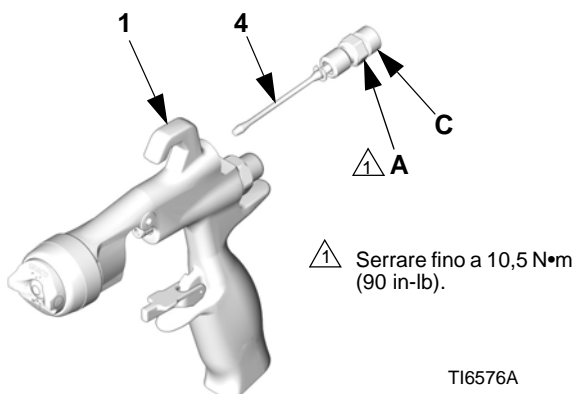

FIGURA 34
2. Svitare il dado premiguarnizioni della valvola della ventola (A) dal retro del corpo della pistola (1). Fare scorrere il gruppo della valvola della ventola (4) fuori dal corpo della pistola. Vedere la FIGURA 34.
3. Prima di rimontare, girare la valvola di regolazione del ventaglio (C) del gruppo della valvola della ventola di ricambio (4) completamente in senso antiorario per prevenire danni alla sede (5c). Installare il gruppo della valvola della ventola di ricambio nel corpo della pistola (1). Avvitare il dado premiguarnizioni (A) nel corpo della pistola e serrare fino a 90 in-lb (10,5 N•m).